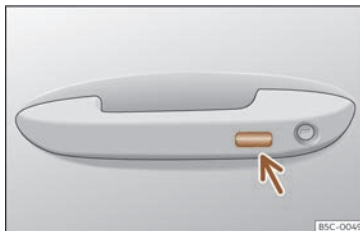

Fig. 95 Maneta de la porta: superfície sensora.
- **O BÉ** mitjançant el sistema Keyless Access (només tancament): Mantingueu un dit durant uns segons sobre la superfície sensora de bloqueig >>> **fig. 95** (fletxa) de la maneta de la porta perquè es tanquin les finestretes i el sostre. Si es deixa de tocar la superfície sensora s'interromp la funció de tancament.
- Mantingueu un dit durant uns segons sobre la superfície sensora de bloqueig >>> **fig. 95** (fletxa) de la maneta de la porta perquè es tanqui el sostre. Si es deixa de tocar la superfície sensora s'interromp la funció de tancament.